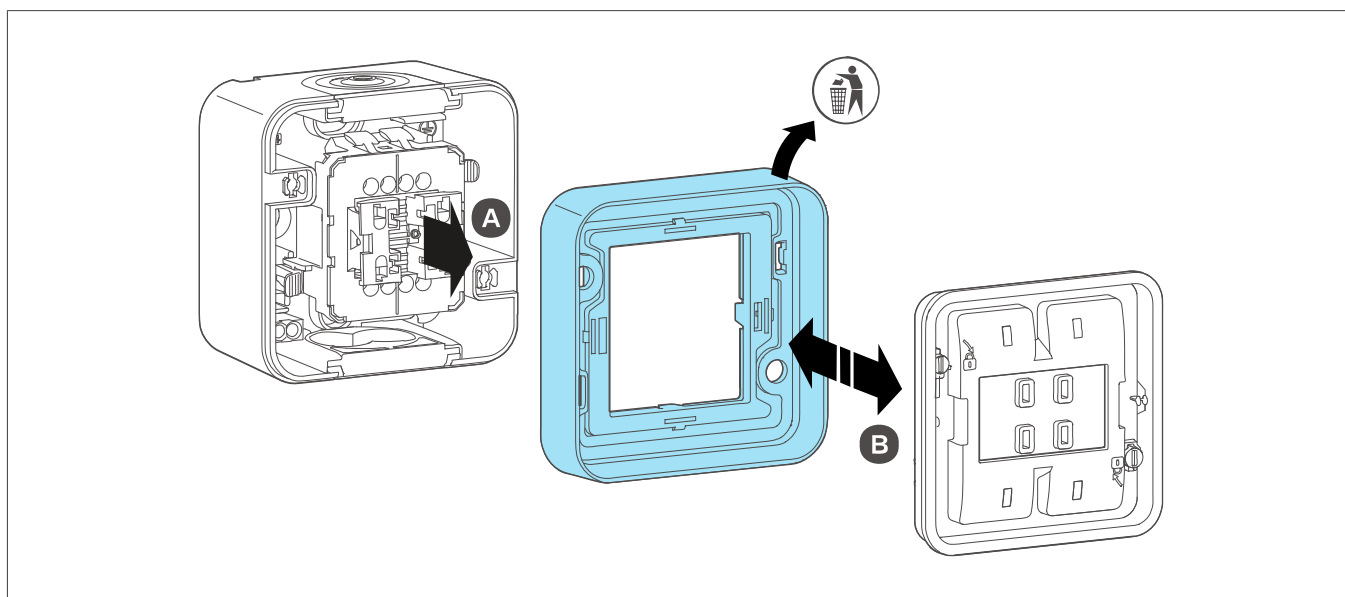

Bild 4: Rahmen und Dichtung entfernen
- 3 Rahmen (3) vom Aufputz-Gehäuse entfernen A und Dichtung (2) vom Rahmen trennen B (Bild 4).